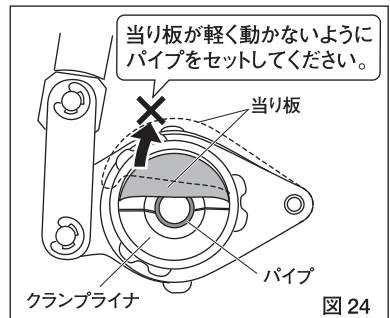

図 24
- ・指で軽く当たり板を持ち上げ、当たり板が軽く動いたら隙間がありますので再度パイプをセットし直してください。(図24)